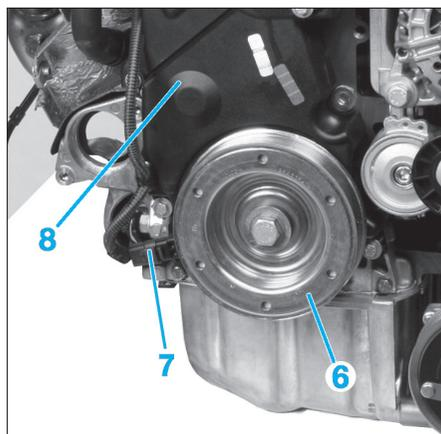

Fig. 8
- la poulie d'entraînement des accessoires (6) (Fig.8),
- le capteur de position vilebrequin (7),
- le carter inférieur de distribution (8),